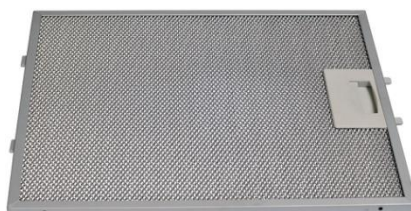

Рис. 2
2. Снимите алюминиевый жируулавливающий фильтр (рис. 2).
7. Установите жироулавливающий фильтр (рис. 2).